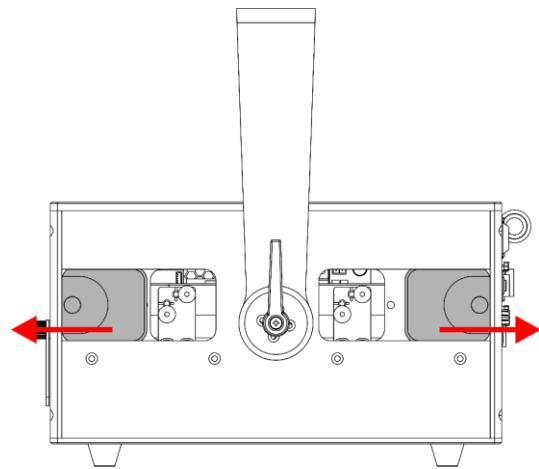

Fig. 16
- 02) Deslice las **2 placas de cubierta (02)** hacia los laterales de la unidad como se muestra en la Fig. 16 para poder acceder a los **torneillos de alineación del rayo láser (A) y (B)**.